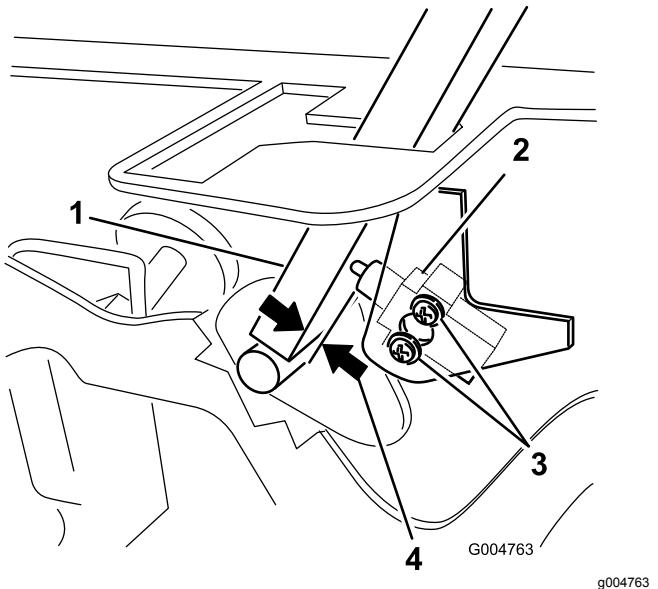

Figura 81
3. Afloje los 2 tornillos que fijan el interruptor de seguridad (Figura 81).
4. Sujetando la palanca de control contra el bastidor, mueva el interruptor hacia la palanca hasta que la distancia entre la palanca y el cuerpo del interruptor sea de 0.4 a 1 mm (0.015" – 0.045"), como se muestra en Figura 81.